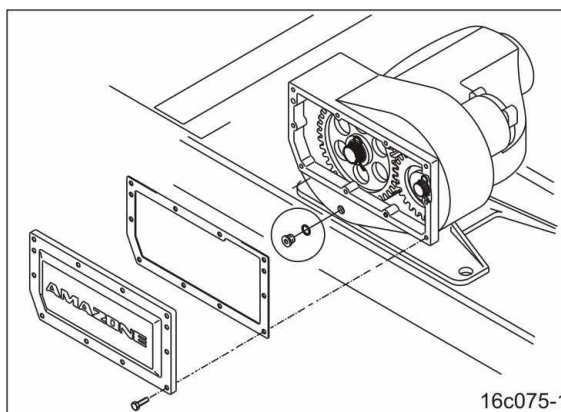

Fig. 158
7. Fjern holde fjedrene (Fig. 158/1).